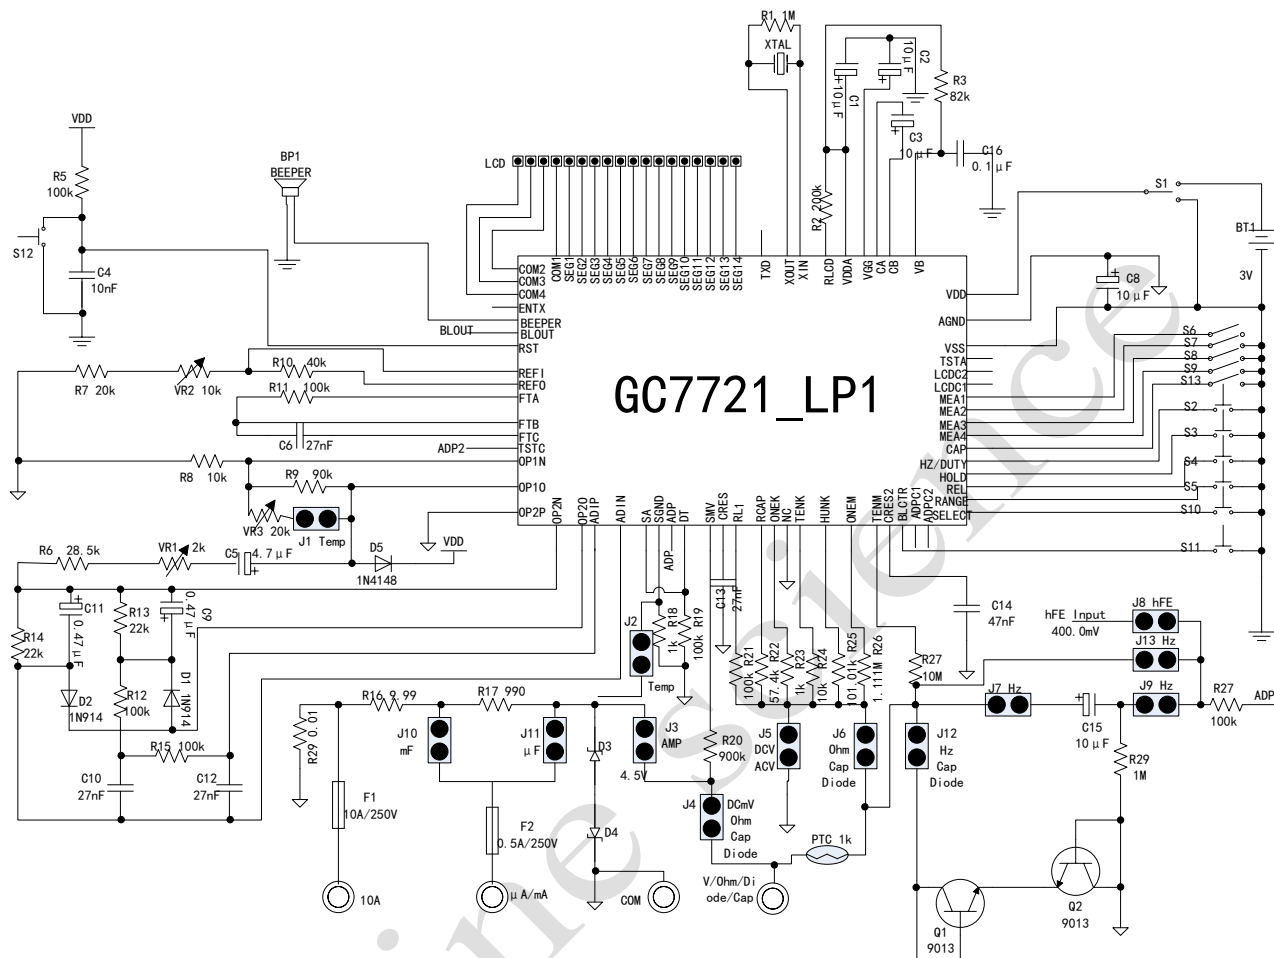

图 7 裸片应用电路示意图
①Jump 栏中 JX 表示在图 6 和图 7 通用线路总图上该测量功能的 JX 是接通的。
②在 Auto 模式下，ACV 档位按 RANGE 键才能选择到 ACmV 量程。
③来自 ADP 的输入，满量程范围是 400mV，没有小数点。
④来自 TSTC 的输入，运算放大器的放大倍数设定在 2.5 倍左右。
⑤在自动测量模式，CAP、LCDC1、LCDC2 悬空。